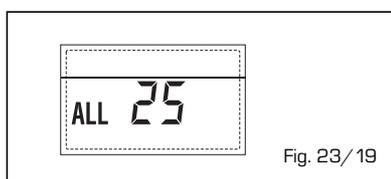

Fig. 23/19
- **ANOMALIA Sonda AUSILIARIA (S3) "ALL 26"** (fig. 23/20)